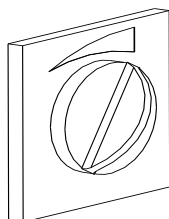
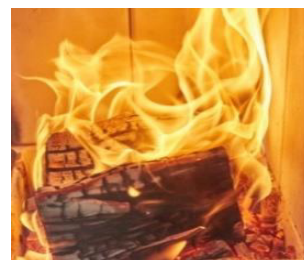

Fig. 6 : modérateur de tirage
Fig. 8 : flamme
- Si disponible, ouvrez complètement le modérateur de tirage (voir fig. 6).
- Dès que les bûches commencent à être bien en feu au bout de quelques minutes (voir fig. 8), refermer le clapet de régulation de l'air de moitié environ (ramener la manette au centre – voir p. 1 / fig. 2) ou, si disponible, refermer le modérateur de tirage de 50 % (tourner le papillon vers la gauche – voir fig. 6).
- Ouvrir lentement la porte afin de ne pas créer de tourbillons d'air susceptibles de faire s'échapper les gaz de combustion. Si disponible, ouvrez complètement le modérateur de tirage (*voir p. 3 / fig. 6*).